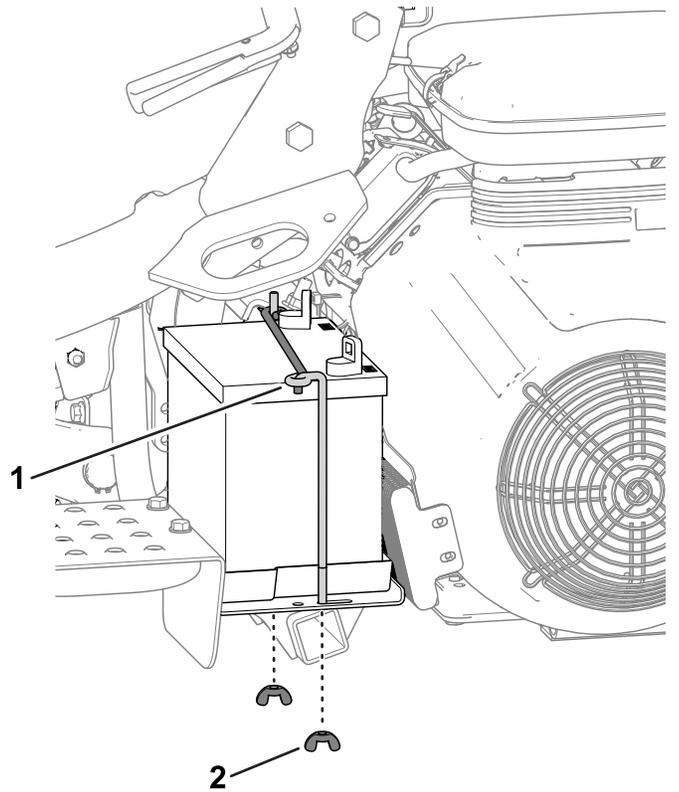

図 35
2. バッテリーをプラットフォームに固定している棒と蝶ナット 図 35を外してバッテリーを機体から外す。
5. バッテリートレイの上にバッテリーを置き、先ほど取り外した棒と固定具で固定する 図 35。